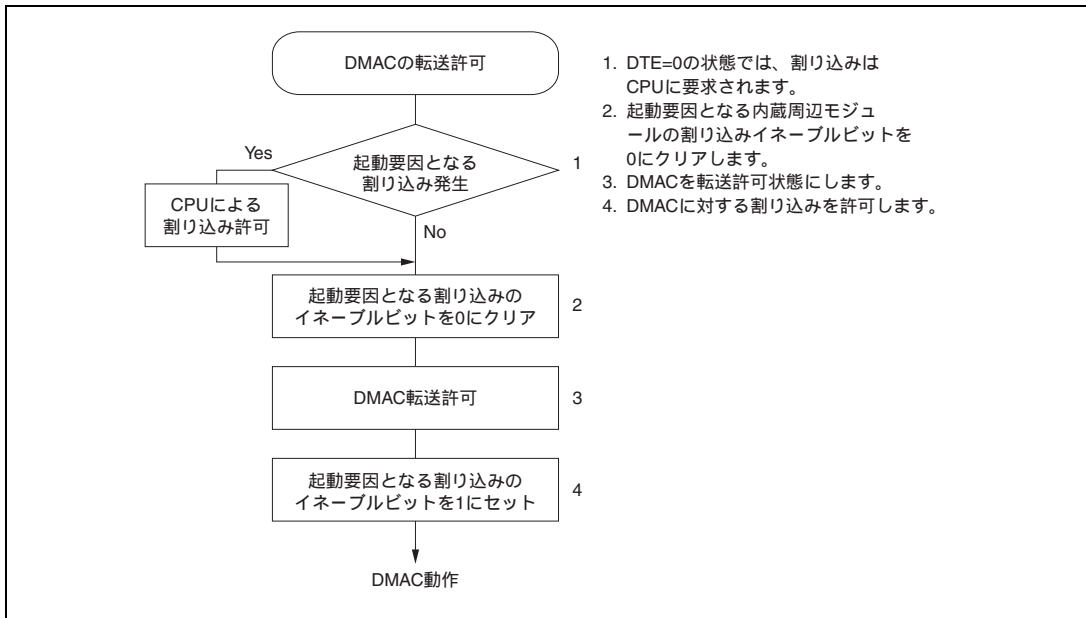

図 8.26 内蔵周辺モジュールが動作中に DMAC を転送許可状態にする場合の手順例
- (1) 内部割り込みで DMAC を起動する場合、起動要因を選択してから DMAC を転送許可状態にするまでの期間に選択した起動要因が発生しないようにしてください。すなわち、DMAC を転送許可状態にした後、起動要因となる内蔵周辺モジュールを動作させてください。内蔵周辺モジュールの動作中に DMAC を許可状態にする場合、図 8.26 の手順で行ってください。
なお、DTE = 1なおかつDTME = 0の状態では、DMACは停止状態であり、またCPUにも起動要因となる割り込みは要求されません。たとえば、NMI割り込みにより、DMACを停止状態にした場合は、起動要因となる割り込みはCPUには要求されません。このとき、DMAC動作を打ち切る場合には、DTEビットを0にクリアし、CPUに割り込みを要求させてください。DMAC動作を継続する場合には、DTMEビットを1にセットする前後で、図8.26 の2、4の操作を行ってください。